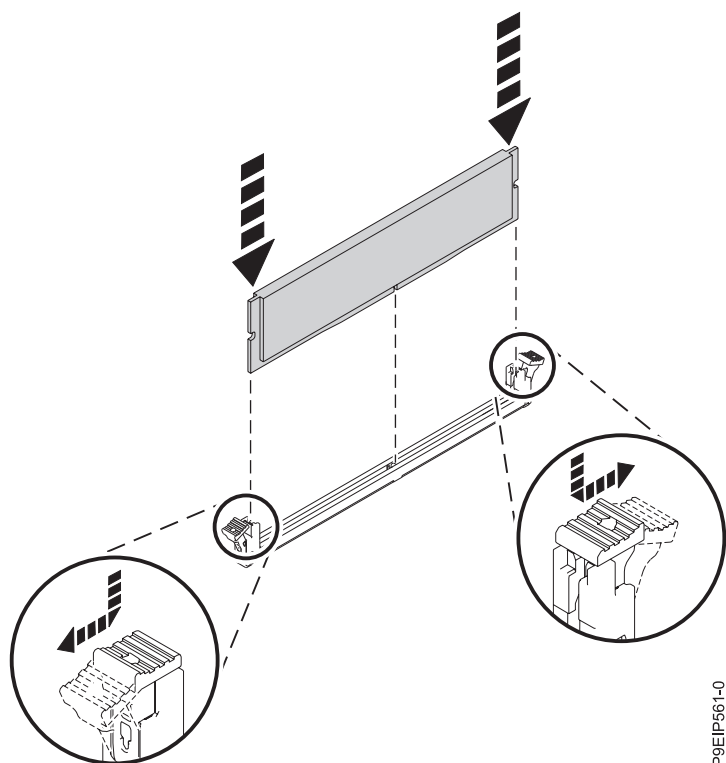

Figura 42. Inserindo a memória DIMM
- b. Pressione firmemente em cada lado da memória DIMM, conforme mostrado na Figura 42, até a guia de bloqueio travar no lugar com um clique audível.